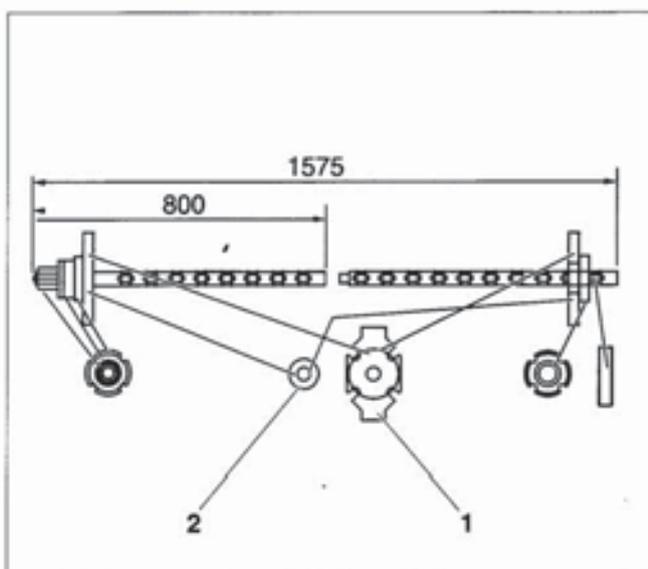

Abb. 4 Presswerkzeug Größe 1.2
03.10	Zusatzflansch Ø 80 x 25 (Abb. 4, Pos. 2) 1x oben hinten 1x unten hinten
205	Zusatzflansch Ø 80 x 25 (Abb. 4, Pos. 2) 1x oben hinten 1x unten hinten
305	Zusatzflansch Ø 80 x 25 (Abb. 4, Pos. 2) 1x oben hinten Zusatzflansch Ø 135 x 25 (Abb. 4, Pos. 1) 1x unten hinten
134	Zusatzflansch Ø 135 x 25 (Abb. 4, Pos. 1) 1x oben links 1x oben rechts
G215	Hinterglied und Mittelglieder: Zusatzflansch Ø 135 x 25 (Abb. 4, Pos. 1) 1x oben vorne 1x oben hinten Zusatzflansch Ø 80 x 25 (Abb. 4, Pos. 2) 1x unten vorne 1x unten hinten Vorderglied: Zusatzflansch Ø 80 x 25 (Abb. 4, Pos. 2) 1x unten vorne